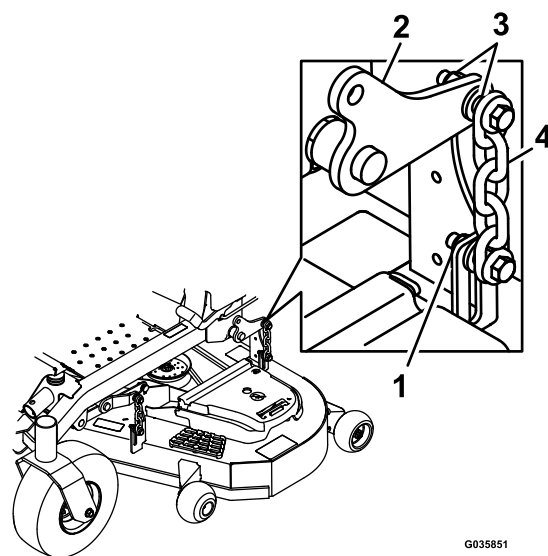

Figure 123
14. Desserrez les contre-écrous (Figure 123) aux quatre coins de sorte que le tablier repose solidement sur les 4 cales.